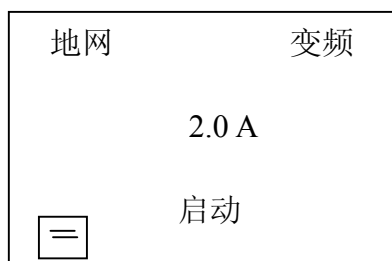
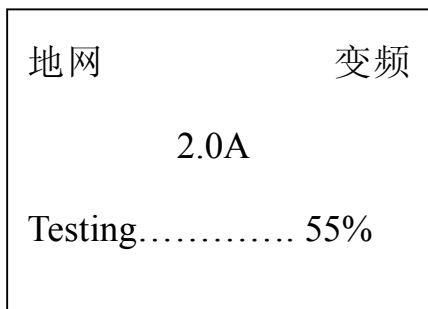
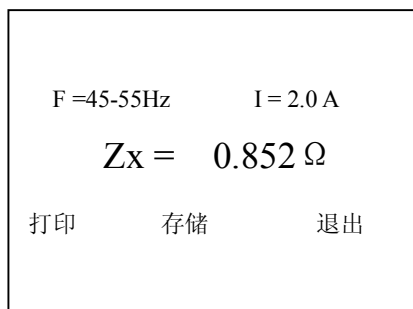

图 3
图 6
图 7
3.1、打开电源开关，计算机进行自检，液晶屏显示中文主菜单如图 3 所示。
2. 5、测试：打开高压允许开关，当光标在测试项目上时，按**确认键**大约 5 秒钟开始测试。测试过程中显示的画面如图 6（地网，变频）所示，当下面的进程到 100%时候测试完毕，然后显示测量结果见图 7 所示，此时光标指示打印机图标，按**确认键**打印报告。测量结果的意义如下：
**4.5、手动打印：**仪器测试完毕，出现图 7 所示的界面。按  键可以在“打印”，“退出”之间选择。如果选择“打印”，按一下“确认”键，就会打印结果。如果选择“退出”，按“向下”键是把试验结果储存起来，但一定要输入相对应的编号（三位数字显示），按一下“确认”键，就会返回初始界面如图 3 所示，当光标在“启动”上时，按“向下”查看储存的试验结果。